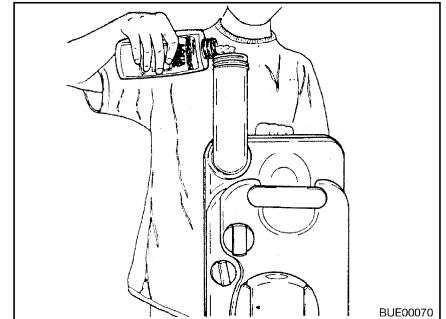

Fig. 294 Remplir de liquide pour sanitaires
- Remplir le réservoir pour matières fécales de la quantité indiquée de liquide pour sanitaires (Fig. 294).